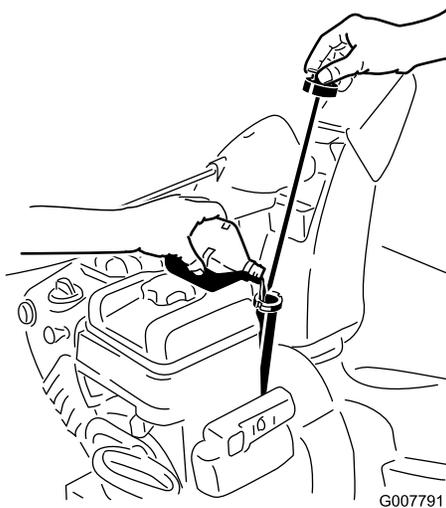

Figure 44
2. Ressortez la jauge et vérifiez le niveau d'huile (Figure 44). Faites l'appoint si le niveau est en dessous du repère « Add » sur la jauge. Voir 6 Plein d'huile moteur (page 11).